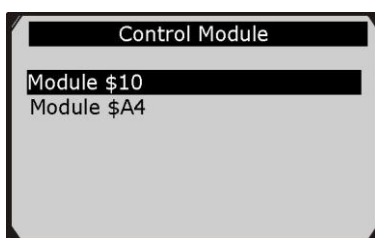

Рисунок 5-2
- Если обнаружено несколько модулей, отобразится сообщение с предложением выбрать модуль до начала проверки. См. рисунок 5-2.